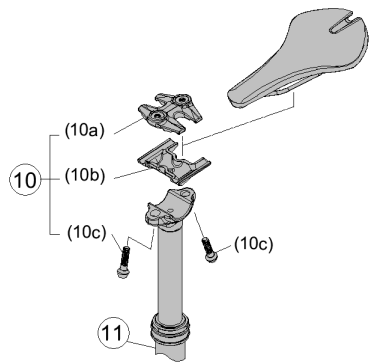
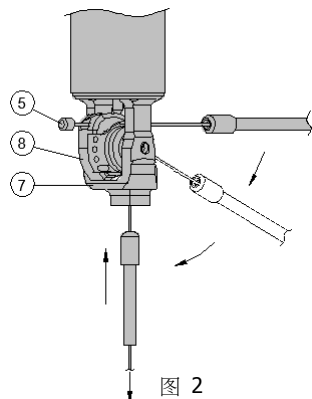
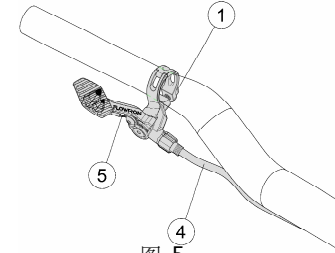

图 1
图 2
图 5
1. 安装线控拉杆 ① 于左侧车把上，使用 3mm 六角扳手锁紧螺丝到 60 kgf.cm / 6 Nm / 53 in.lbs。(图 5)
2. 将外管 ④ 穿入自行车车架并由座管穿出。在外管套上端塞。
3. 将钢线 ⑤ 穿过凸轮 ⑧ 穿入外管套圈 ② 与外管 ④。安置外管套圈在启动器 ⑦ 下方。拉钢线，以消除钢线松弛。(图 2)
4. 安装座管管身 ⑩ 进入车架，约安装座垫时适当的高度。将把手旋转 90°，在裁切外管处做记号。正确的长度是在此位置时，锁紧外管但不会束缚 (需预留些许长度方便后续调整座垫高度)。(图 1)
6. 在外管 ④ 记号处裁切。在外管套上端塞。
7. 安置外管套圈在启动器 ⑦，再重新穿钢线。(图 2)
8. 安装座管管身 ⑩ 进入车架。注意：座管装入车架安全线为止。(图 1)